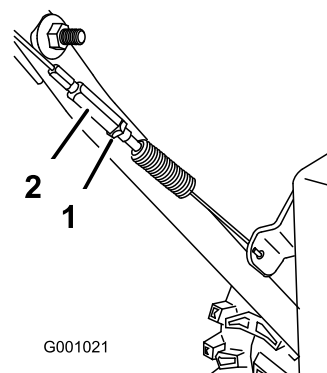

Рисунок 33
3. Затяните контргайку (Рисунок 33).